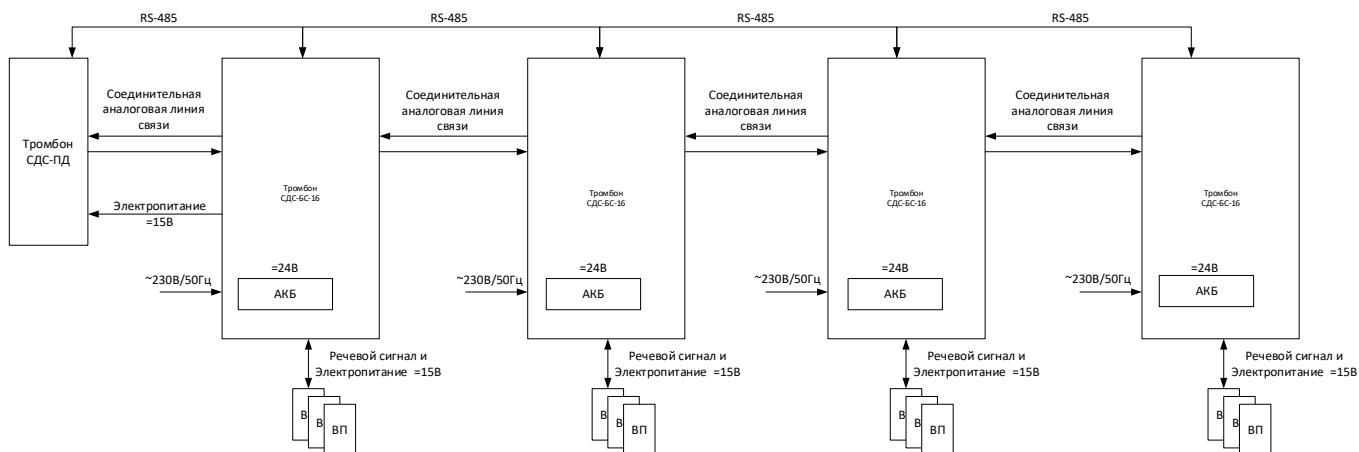

Рис. 1.1
1.4. В общем виде сеть СДС изображена на рис. 1.1
Система СДС в минимальном комплекте состоит из одного ПД и одного БС. Максимальная комплектация включает два ПД и восемь БС. Блоки системы СДС соединяются последовательно с помощью витой пары. Команды управления для установления соединения и контроля передаются по 2-проводному интерфейсу RS485. Речевой сигнал передается по 4-проводной дифференциальной аналоговой соединительной линии (СЛ). Для верного распознавания направления подключения и вызова в системе условно определены два противоположных направления: Запад (WEST) и Восток (EAST). С учетом направлений соединения блоков БС выполняется, как показано на рис. 1.1. Вызывные панели (ВП) подключаются к блокам БС по четырехпроводной абонентской линии (АЛ). Инициатором вызова в СДС для установления соединения может выступать как ПД, так и ВП. В один момент времени в системе может быть только одно установленное соединение между ПД и ВП, но запросов на соединение от ВП может быть до трех. Диспетчер самостоятельно принимает решение, какой из запросов более приоритетный в текущий момент времени.